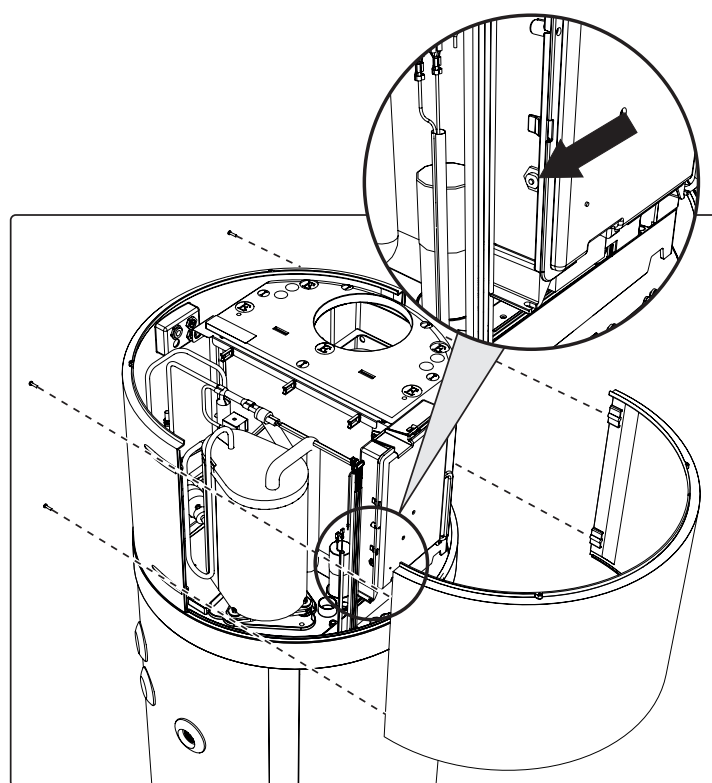

fig. 46- Desmontaje del panel frontal
- Quitar el panel frontal y restablecer manualmente el termostato de seguridad que se ha disparado (fig. 46). En caso de